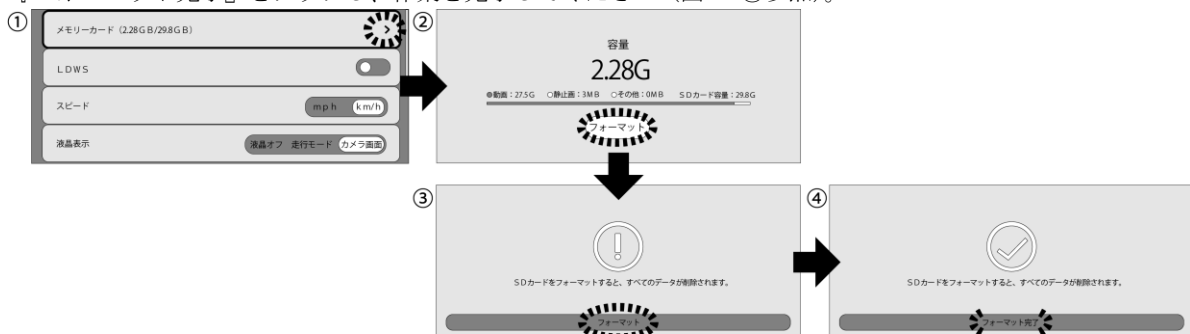

図4
- 2) メニュー項目から『メモリーカード』を選択してください(図4-①参照)。
- 3) 使用状況確認画面で『フォーマット』をタッチしてください(図4-②参照)。
- 4) フォーマット実行画面で再度フォーマットに同意し、『フォーマット』をタッチしてください(図4-③参照)。
- 6) 『フォーマット完了』をタッチし、作業を完了してください(図4-④参照)。